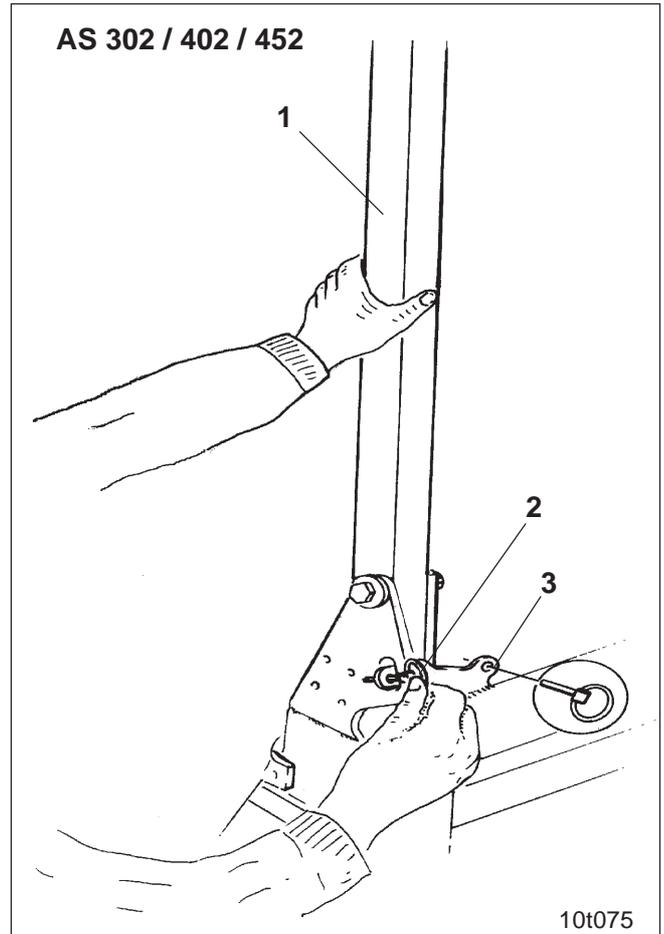
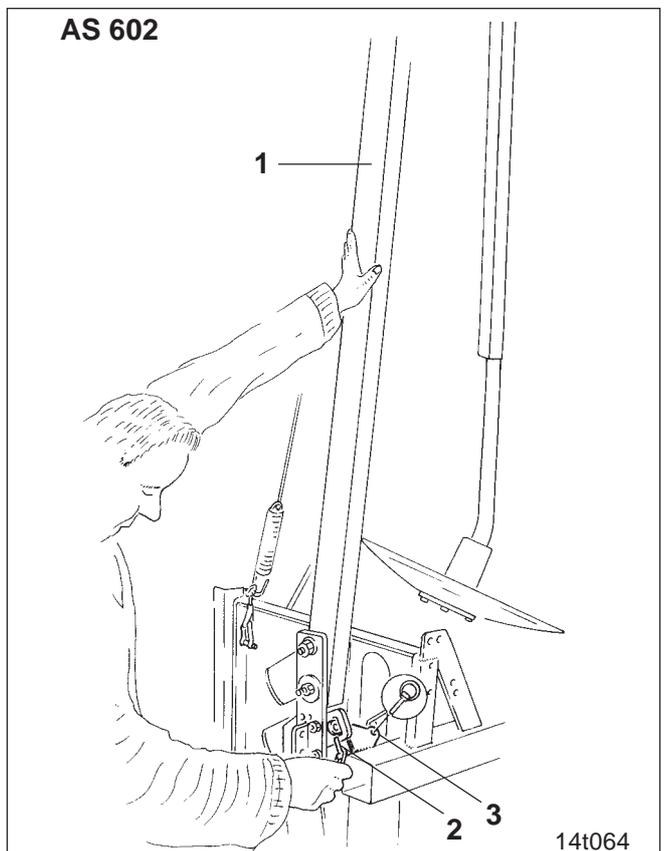

Fig. 24.10
Fig. 24.11
- Spuranreißer-Ausleger (Fig. 24.10/1) festhalten und Klappstecker (Fig. 24.10/2) (erforderlich zum Transport) entfernen
- Klappstecker (Fig. 24.10/2) bei Nichtgebrauch in der Lasche (Fig. 24.10/3) abstecken.
- Spuranreißer-Ausleger (Fig. 24.11/1) festhalten und Klappstecker (Fig. 24.11/2) (erforderlich zum Transport) entfernen
- Klappstecker (Fig. 24.11/2) bei Nichtgebrauch in der Lasche (Fig. 24.11/3) abstecken.
Nach Entfernen des Klappsteckers (Fig. 24.10 bzw. Fig. 24.11) neigt sich der Spuranreißer-Ausleger leicht zur Seite.